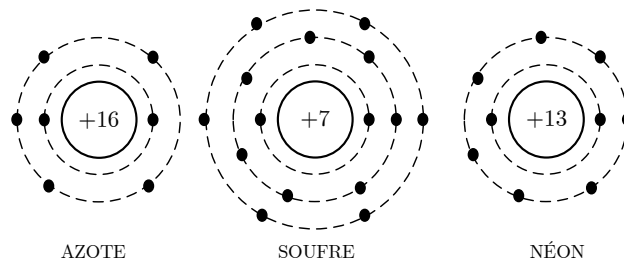

Figure 3.4
- ✓ Lorsque le nombre d'électrons de valence d'un atome est supérieur à 4, le matériau est généralement un non-métal et un isolant. Exemples : l'azote, le soufre et le néon qui ont respectivement 5, 6 et 8 électrons de valence (voir Figure 3.4).